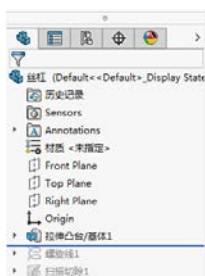

图 9-58 压缩模型的细节特征
STEP 6 打开“丝杠.SLDPRT”模型文件，压缩丝杠的螺旋线和扫描切除特征，然后为丝杠添加“黑白条”贴图（或者直接在丝杠表面添加“装饰螺纹线”也可以），效果如图 9-58 所示，然后将丝杠保存。